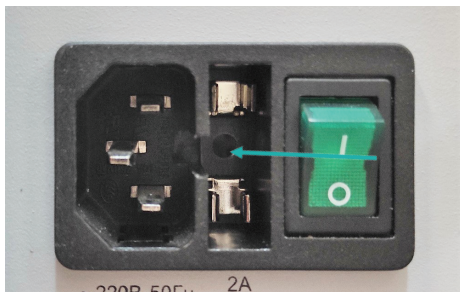

Рисунок 16 – Установка держателя предохранителя с установленным предохранителем
3.2.7. Вставить держатель предохранителя с установленным предохранителем в разъем, ориентируя защелку держателя в сторону розетки разъема (рисунок 16).